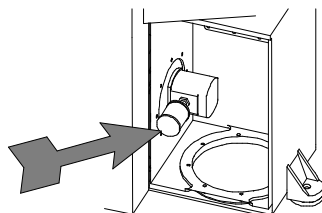

Fig. 21
d) remplacer l'huile hydraulique de la machine et du filtre relatif (code 01000133, tav. 5-6-7) chaque 8000 heures de travail effectif (Fig. 21);